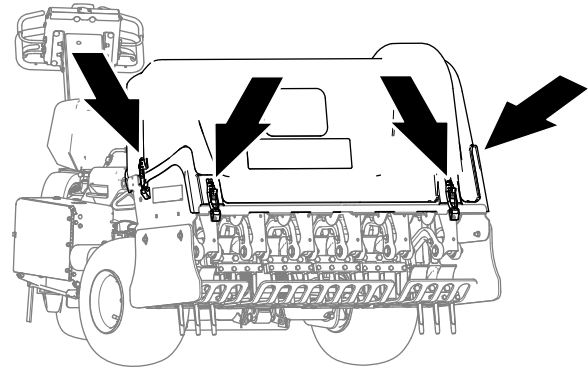

**Figura 147**
4. Si la máquina tiene la trabilla del cierre de la cubierta de la correa CE, enrosque el perno de la trabilla en el taladro del cierre de la cubierta y apriete el perno (Figura 147).